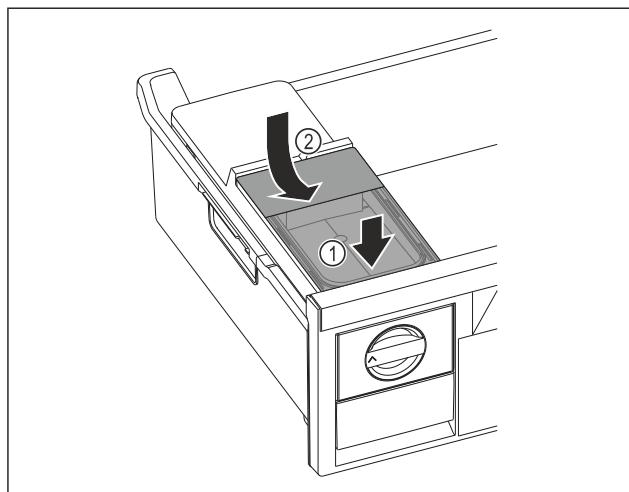

Fig. 72
- ▶ 放置水箱前部。Fig. 72 (1)
- ▶ 放下水箱后部。Fig. 72 (2)